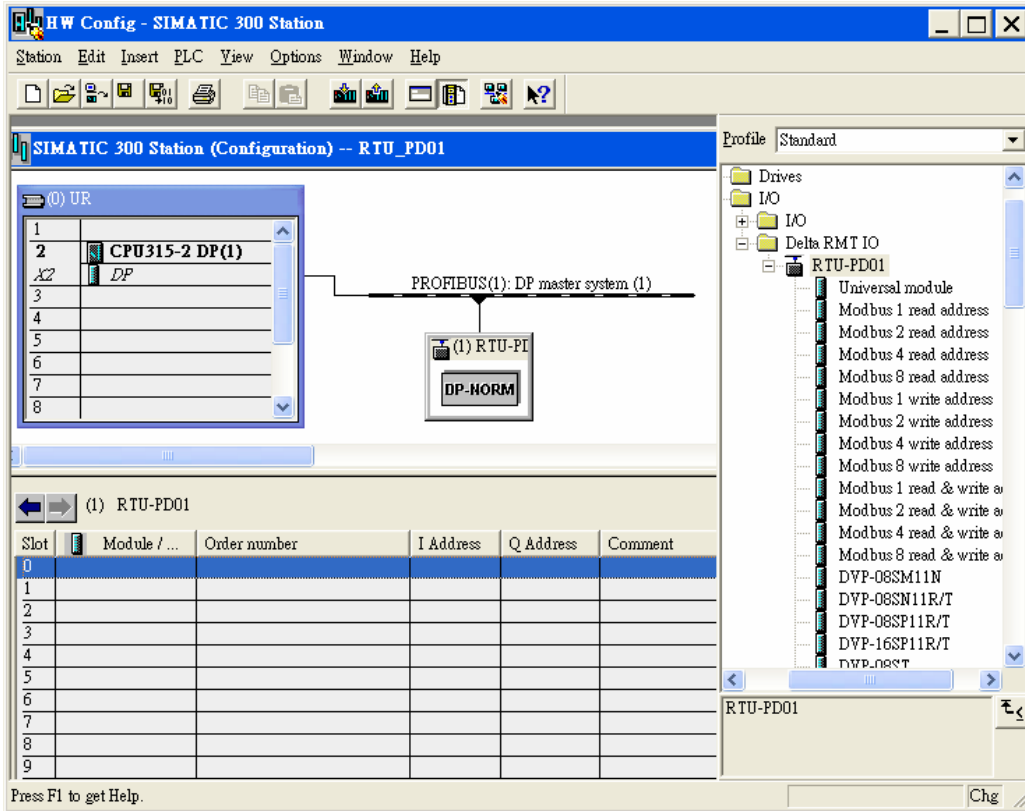

图 10-23
4. 如图 10-23 所示，选中槽(Slot) 0，双击右栏内 DVP16SP11R/T 组态选项。